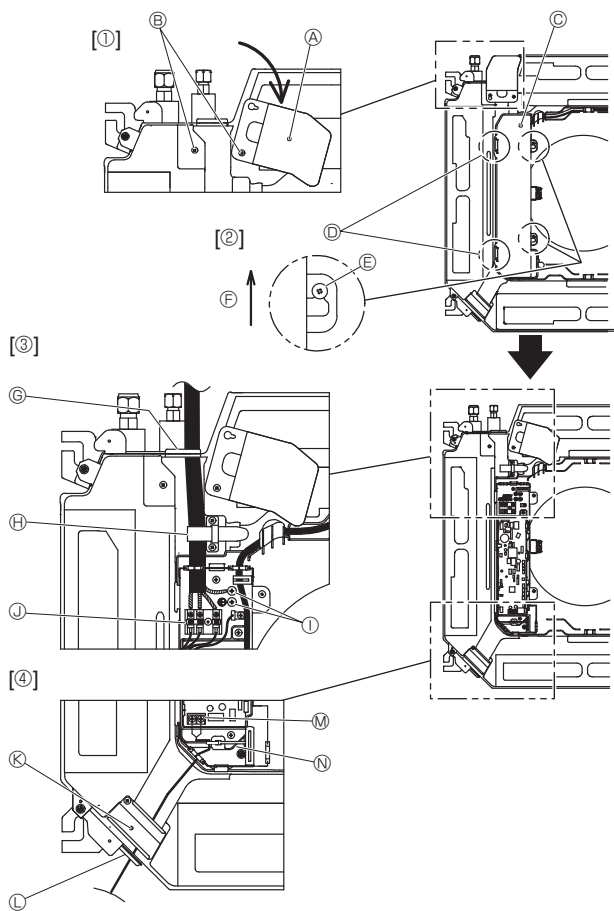
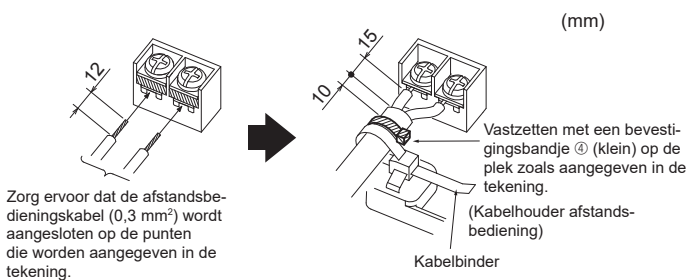

Fig. 6-1
Fig. 6-3
6.1. Binnenapparaat (Fig. 6-1)
- Maak de twee schroeven los waarmee het servicepaneel voor elektrische aansluiting vastzit en draai vervolgens het servicepaneel voor elektrische aansluiting. [Fig. 6-1 ①]
- Verwijder de twee schroeven waarmee de afdekking van de elektrische contactdoos vastzit en schuif de afdekking van de elektrische contactdoos opzij. [Fig. 6-1 ②]
- Haal de elektriciteitskabel, de verbindingkabel tussen het binnen-/buitenapparaat en de aardleiding door de respectieve bedradingsingangen volgens het schema. [Fig. 6-1 ③]
Zie Fig. 6-3 t/m 6-6 als u geen ronde krimmconnectoren kunt gebruiken. Raadpleeg 6.1.1. en 6.1.2. voor informatie over de aansluiting.
- Leid en verbind de afstandsbedieningskabel via de bedradingsingangen volgens het schema. [Fig. 6-1 ④, Fig. 6-3]